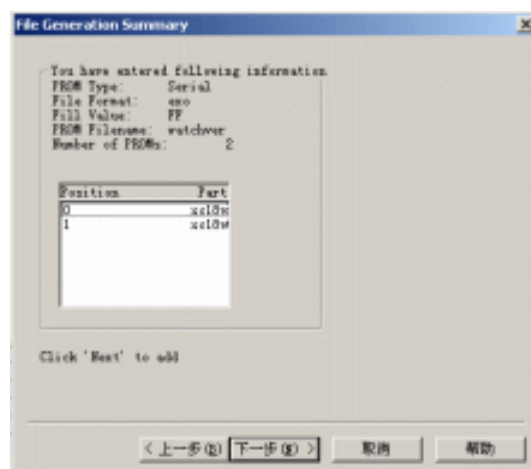

图7-15 【File Generation Summary】对话框
4. 根据边界扫描链所用的 PROM 在下拉列表中选择相应的型号，其中 XC17 系列为一次可编程器件（OTP，One-time-programmable），XC18 系列可以擦写多次，XCF 系列是比较新的产品，采用 FLASH 工艺，可以重复编程多次，价格比 XC18 降低了很多。如果不清楚应该选什么型号的 PROM，可以选中【Auto select PROM】单选项，iMPACT 会自动选择合适的 PROM。确定 PROM 型号之后，单击 **Add** 按钮把 PROM 添加到列表中，在列表中可以添加多个 PROM，直到满足 FPGA/CPLD 的容量要求，然后单击 **下一步(N) >** 按钮，弹出【File Generation Summary】对话框，如图 7-15 所示。